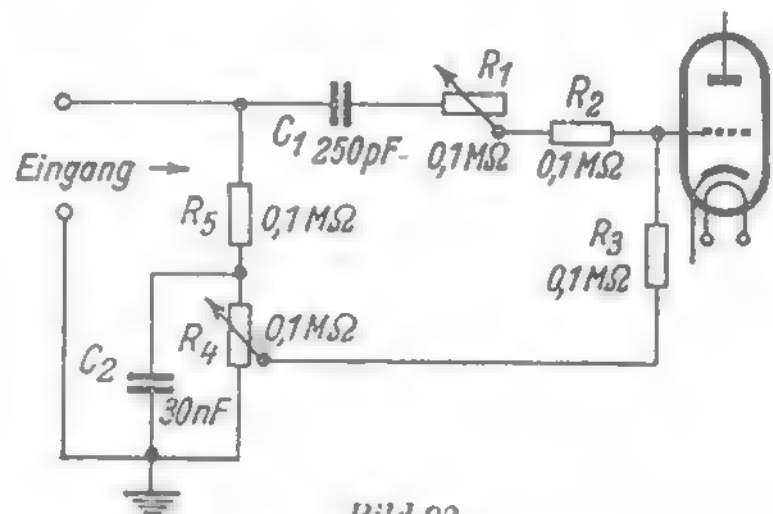

Bild 92.
*Entzerrer* haben die Aufgabe, die Wiedergabe durch Anhebung bzw. Dämpfung gewisser Frequenzgebiete einer als natürlich empfundenen Wiedergabe anzupassen. Sie bestehen wie alle Pässe aus Drosseln und Kondensatoren in bestimmter Anordnung. Ein Beispiel, bei dem auf die Verwendung von Drosseln verzichtet werden kann und Widerstände verwendet werden, zeigt Bild 92 (Quellwiderstand 100 bis 200 Ohm).